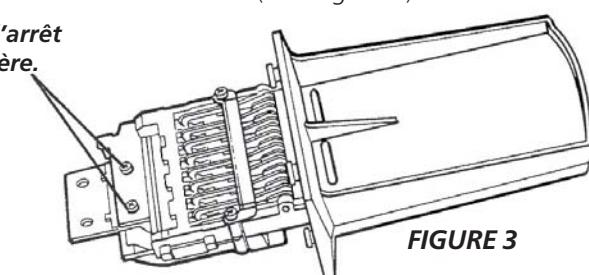

FIGURE 3
- Démontez l'arrêt de glissière à monnaie en démontant les deux vis au bas de la chute (voir Figure 3).
(2) Vis d'arrêt de glissière.